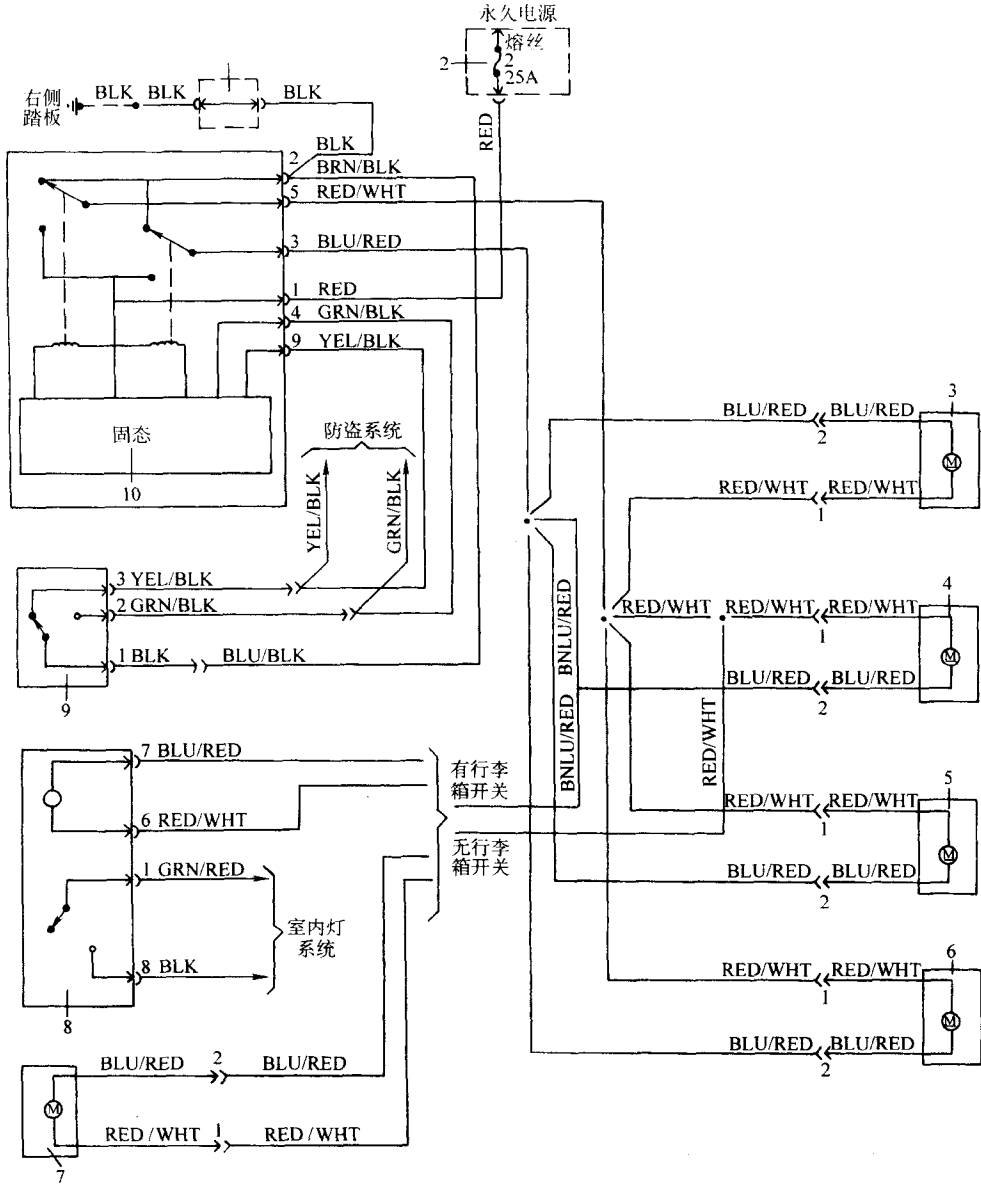
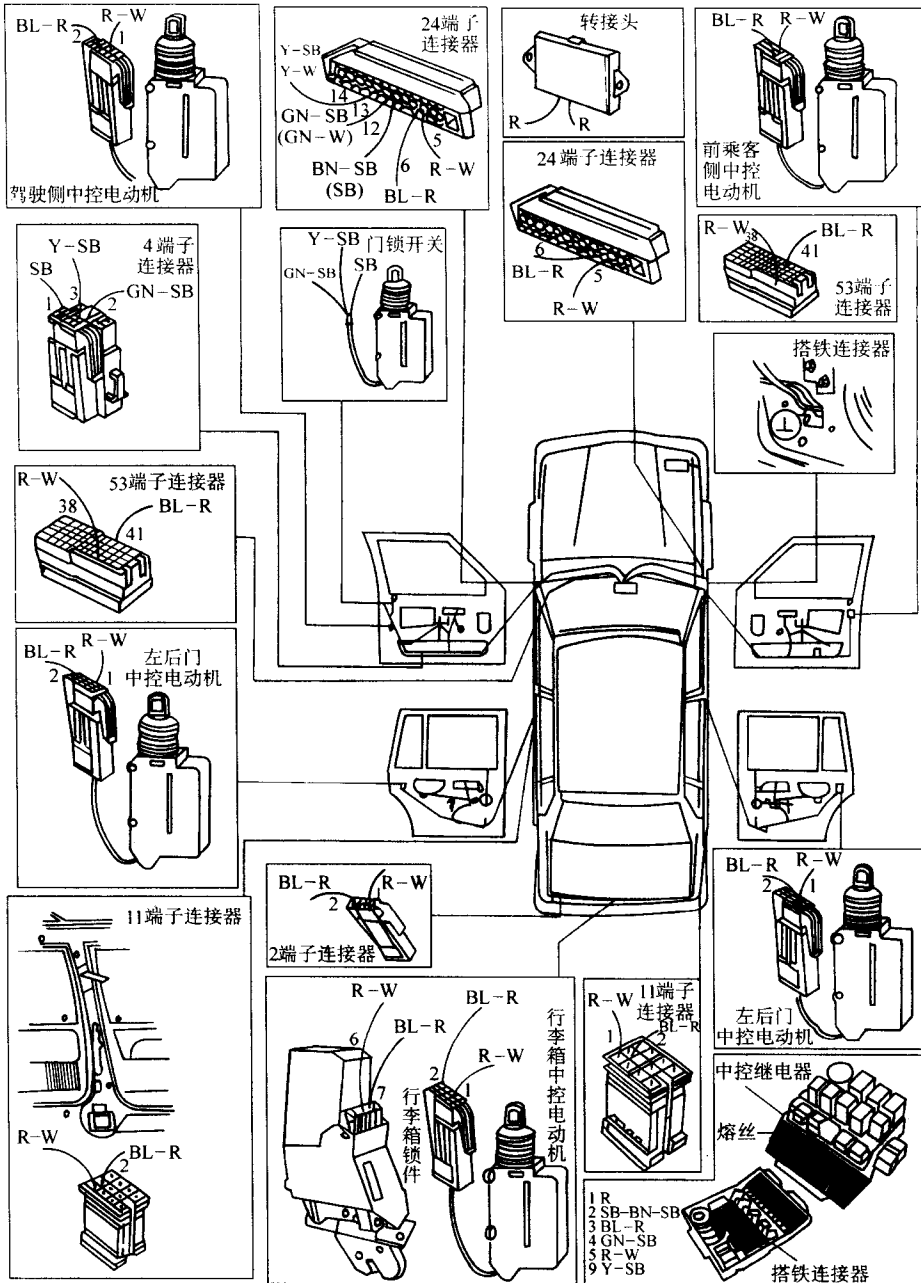

图 8-31 沃尔沃 940 遥控中控系统电路 (1995 年车型)
图 8-32 沃尔沃 940 中央门锁部件位置
(4) 沃尔沃 940 遥控中央控制系统电路如图 8-31 所示，其部件位置如图 8-32 所示。